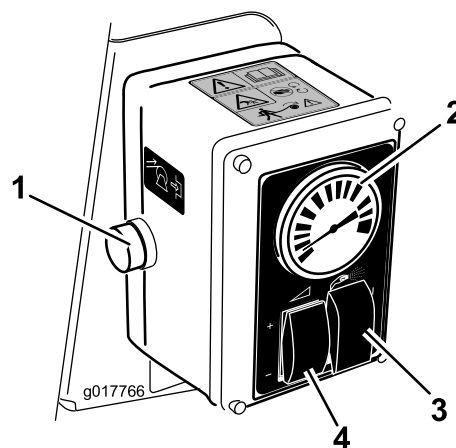

図 21
5. スプレー選択スイッチをハンド・スプレー位置にする (図 21)。
6. 水圧計が希望値を示すように水圧をレート制御スイッチでとスロットルで調整する (図 21)。